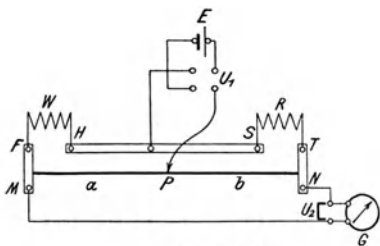

Fig. 179.
**Anleitung.** a) Schließe die eine Spule  $W$  (Fig. 179) von 200 cm Länge und 0,25 mm Durchmesser an die Klemmen  $F$  und  $H$  und die andere Spule von gleicher Länge und Dicke an die Klemmen  $S$  und  $T$  an. Verbinde die Kette  $E$  mit zwei zusammengehörigen Klemmen des offenen Stromwenders  $U_1$  und die beiden andern Klemmen des Wenders mit der Klemme  $K$  der Brücke und der Schneide  $P$ . Verbinde ferner die Klemmen  $M$  und  $N$  mit den beiden Quecksilbernapfen des Unterbrechers  $U_2$  und diese mit den Klemmen des Stromzeigers  $G$ . Setze in die beiden Quecksilbernapfe einen dicken
b) Schalte mit kurzen Leitungsschnüren den Widerstandsatz an die Klemmen  $S$  und  $T$  (Fig. 179) und die Wärmespule an die Klemmen  $F$  und  $H$  der Brücke.